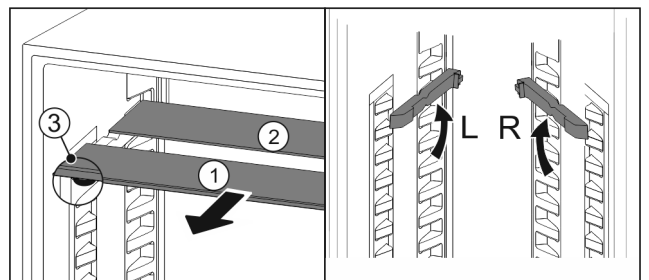

Fig. 149
- ▶ Glasplatten einzeln nach vorne herausziehen Fig. 149 (1).
- ▷ Glasplatte Fig. 149 (1) mit Zierleiste liegt vorne.
- ▷ Stopps Fig. 149 (3) zeigen nach unten.